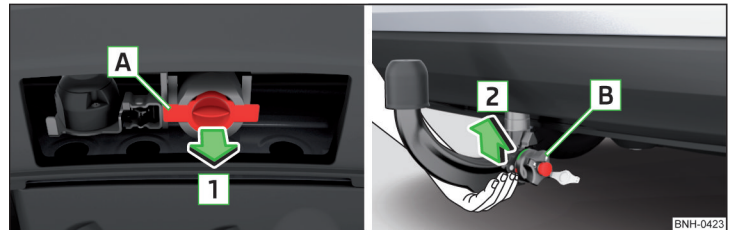

Abb. 215 **Abdeckkappe für den Aufnahmeschacht abnehmen / Kugelstange einsetzen**
- Zur **Vorbereitung des Einbaus** die Abdeckkappe für den Aufnahmeschacht **A** in Pfeilrichtung **1** abnehmen » Abb. 215.
- Zum **Einbau** die Kugelstange **von unten** fassen » Abb. 215.
Nach dem Ausbau der Kugelstange die Abdeckkappe für den Aufnahmeschacht **A** entgegen der Pfeilrichtung **1** einsetzen » Abb. 215 auf Seite 188.